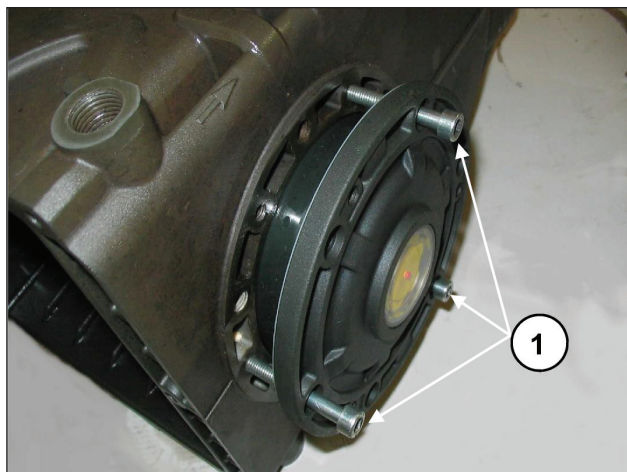

Fig. 8
Avant de monter les couvercles latéraux, s'assurer de la présence des joints toriques d'étanchéité et des rondelles de friction uniquement sur le couvercle côté voyant. Pour faciliter l'emboîtement du premier tronçon et la mise en place correspondante des couvercles sur le carter, il est conseillé d'utiliser 3 vis M6 x 40 partiellement filetées, (Fig. 8, rep. ①) et de compléter l'opération avec les vis fournies (M6x18).